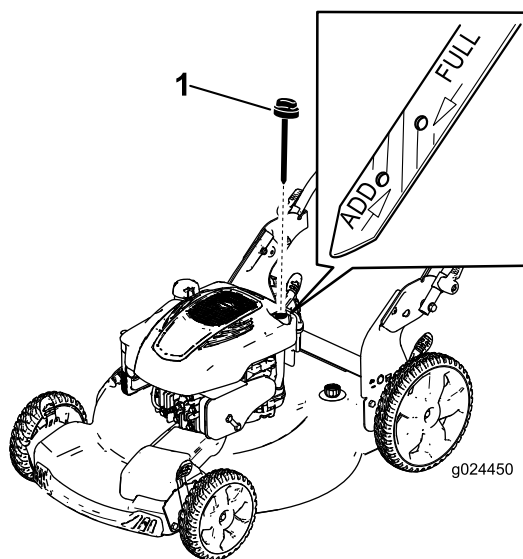

Figura 22
3. Retire la varilla (Figura 22).
10. Observe en la varilla el nivel de aceite (Figura 22).